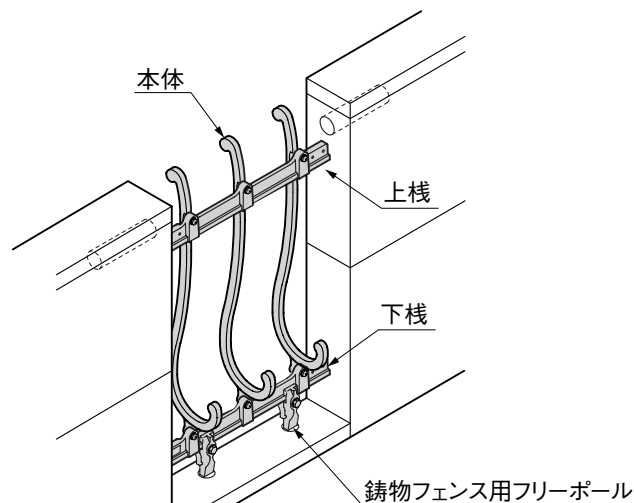

図4-1
- ① 本体を鋳物フェンス用フリーポールに仮固定してください。(図4-1参照)